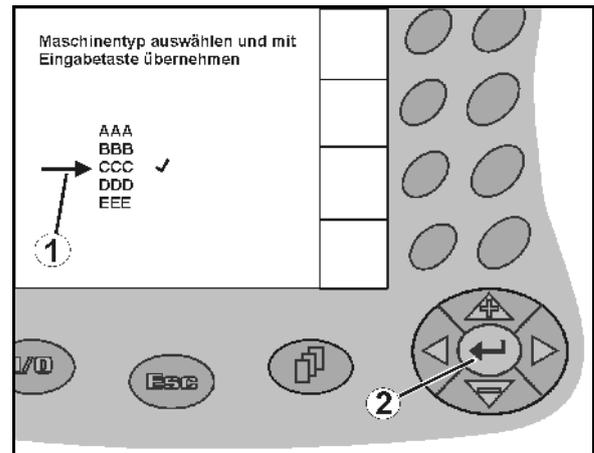

Fig. 14
- Posizionare la freccia di selezione (Fig. 14/1) con  e .
-  Acquisisce la selezione (Fig. 14/2).